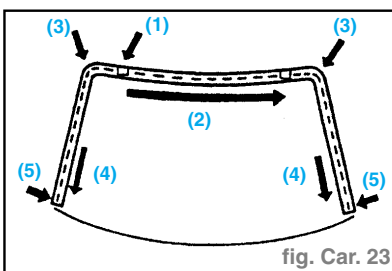

fig. Car. 23
- Aligner le repère sur la moulure avec la partie inférieure de la gouttière de pavillon (1). (fig. Car. 23)